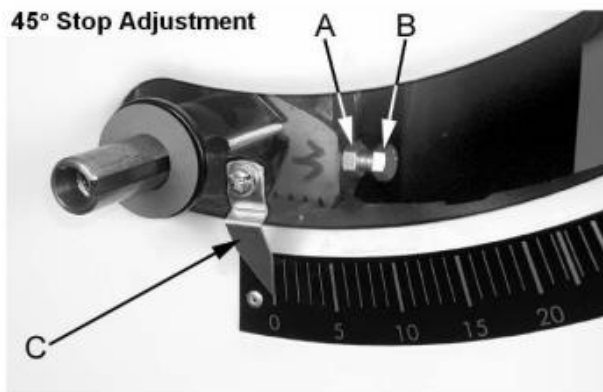

Рис. 19
8. Если пильный диск не под углом 45 градусов к столу, удалите маховик подъема/понижения пильного диска. Ослабьте контргайку (А см. рис. 19) и поверните стопорный винт регулировки (В, рис. 19) на передней цапфе во, внутрь или наружу. Регулировочный винт следует прекратить вращать на передней кронштейне цапфы, когда пильный диск находится под углом 45° к столу.
9. Проверьте правильность указателя (С, рис. 19) на угол масштаба и скорректируйте, если это необходимо.